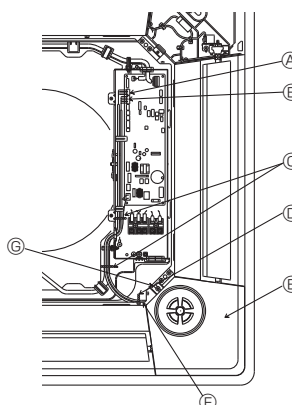

Fig. 9-10
9.6. Instalação do painel de canto i-see sensor (Fig. 9-10)